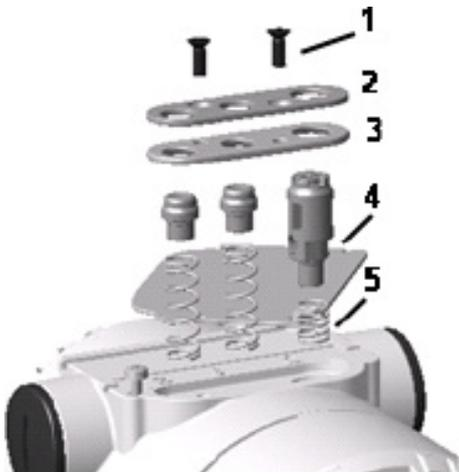

Figura 15 Componentes da montagem do pulsador externo
- Afrouxe os parafusos do conjunto do pulsador (1) que seguram o elemento plástico. O elemento é seguro por mola.
- Remova as borrachas de vedação (3) situadas abaixo da tampa plástica do pulsador (2).
Os três pulsadores (4) e as molas relevantes (5) agora podem ser removidos dos seus nichos (ver Figura 15).